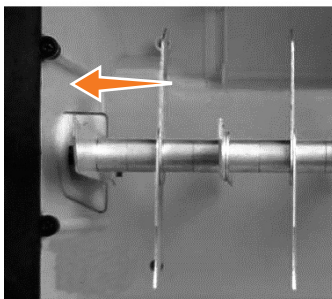

Рис. 6.2
2. Поместите рабочий вал на корпус (рис. 6.2).